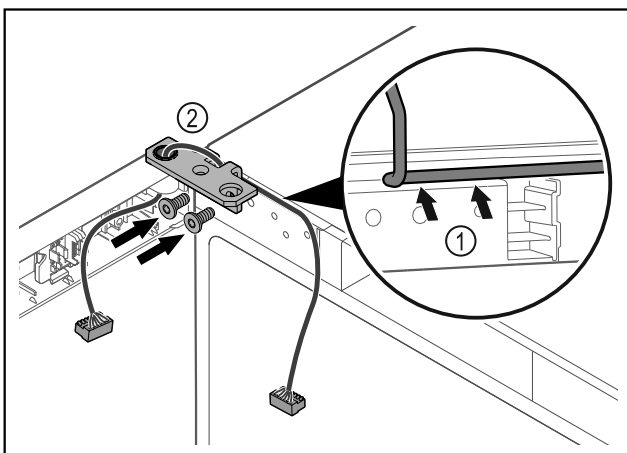

Fig. 44
- ▶ Проведите кабель через отверстие в шарнирном уголке и аккуратно уложите его Fig. 44 (1).
- ▶ Привинтите шарнирные уголки Fig. 44 (2).